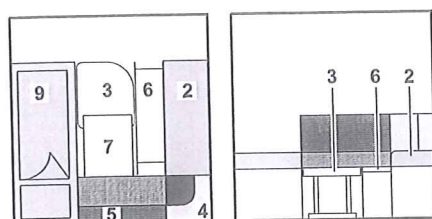

Bild 75 Under ombyggnaden
- Lägg extrabrädan (Bild 75,7) mellan bordet och sänglådan.
- Lyft sittdynan (Bild 75,2) och lägg den på sänglådans förlängning (Bild 75,6).